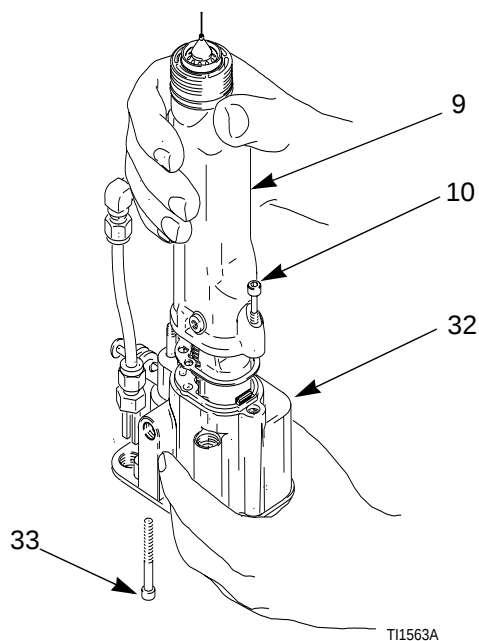

Fig. 28. Demontering av pistolhus
2. Ta bort luftmunstyckesenheten, sidan 34. Ta bort pistolhöljet (2).
3. Lossa försiktigt vätskekopplingsmuttern (20) Dra ur röret (19) ur anslutningen (23). Se till att båda ringarna (21, 22) och muttern följer med röret.
4. Ta bort låsmuttern (28) och manöverarmen (29). Se sidan 38.
5. Lossa de tre skruvarna (10, 33). Se Fig. 28.
6. Håll i pistolhuset (32) med ena handen och dra bort huset (9) rakt från handtaget. Se Fig. 28.